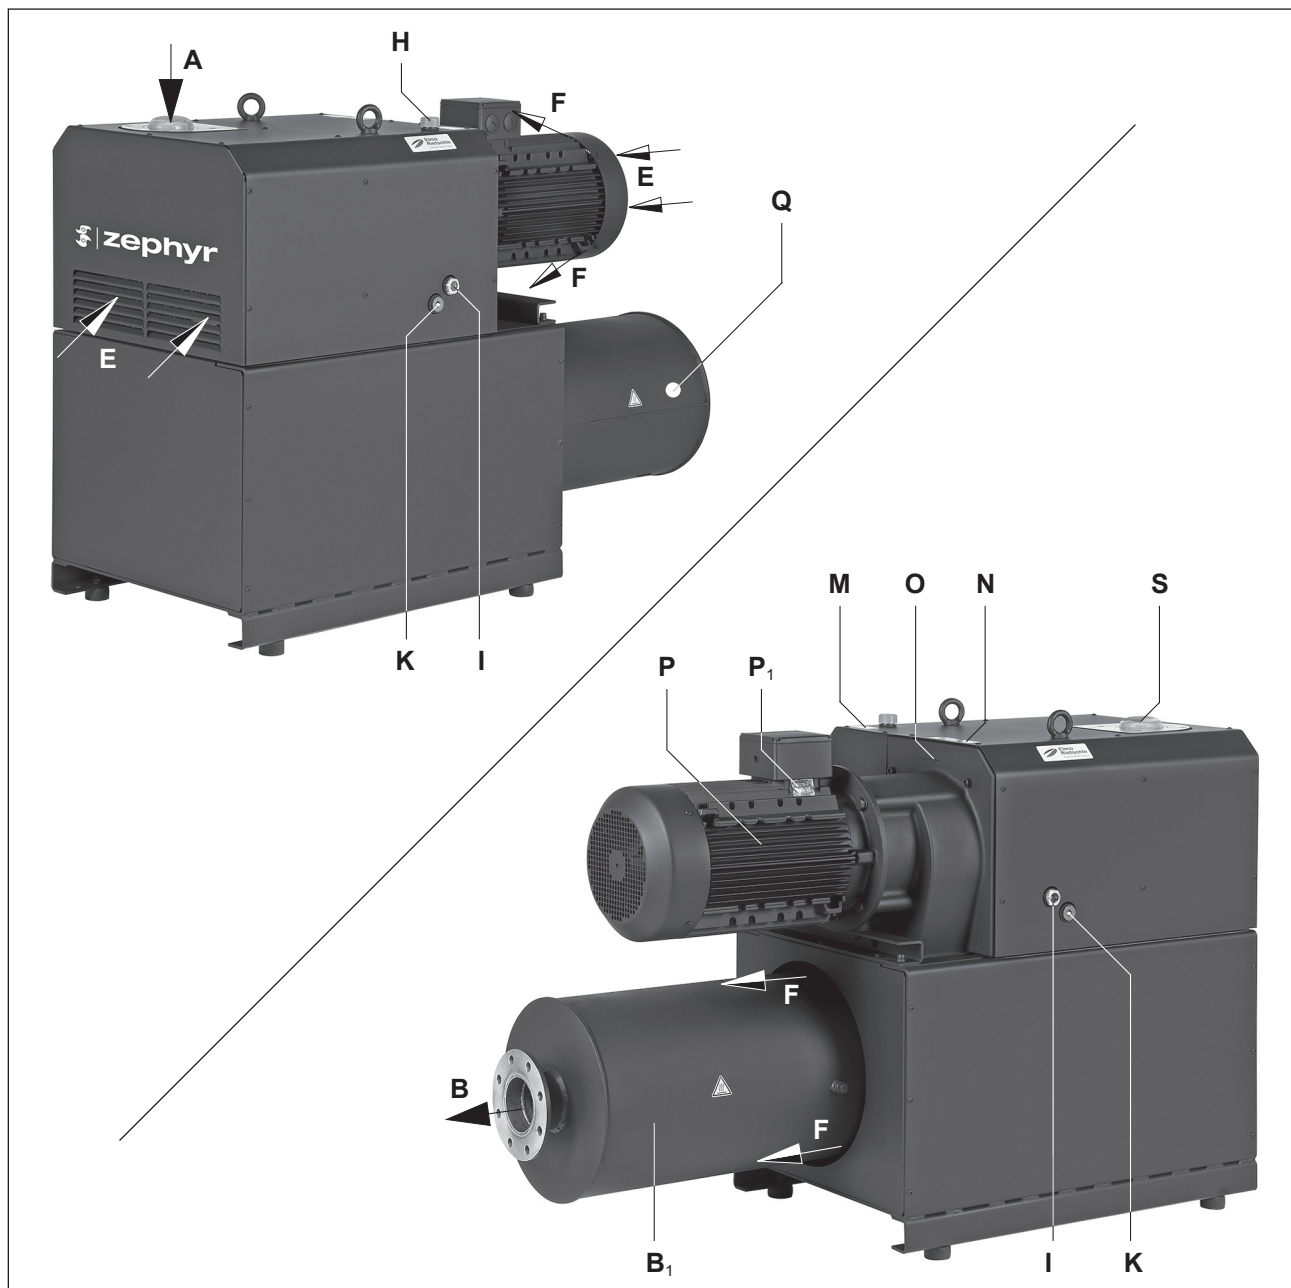

Рис. 2 Вакуумный насос C-VLR 1000
Модель C-VLR 1000 оснащена соединительным фланцем со стороны впуска и продувочным шумоглушителем со стороны нагнетания (рис. 2/B₁). Для очистки всасываемого воздуха используется сетчатый фильтр (рис. 2/S).
Насос VLR 1000 заключен в звукоизоляционный кожух. Для отвода тепла, образующегося при сжатии, воздух пропускается между компрессором и кожухом с помощью барабанного вентилятора, который всасывает прохладный воздух (рис. 2/E) и выпускает нагретый воздух через предусмотренный для него выход (рис. 2/F).
Маслоналивное отверстие (рис. 2/H), маслоуказатели (рис. 2/I) и отверстия для слива масла (рис. 2/K) должны быть легкодоступны.
Расстояние от впускных (рис. 2/E) и выпускных (рис. 2/F) отверстий для охлаждающего воздуха до смежных стен должно составлять не менее 30 см. Необходимо принять меры во избежание повторного всасывания охлаждающего воздуха.
Для техобслуживания перед сетчатым фильтром (рис. 2/S) необходимо предусмотреть свободное пространство на расстоянии мин. 40 см.
- а) Снимите пленку с вакуумного соединения (рис. 2/A) и вставьте сетчатый фильтр (рис. 2/S) зубчатой стороной вверх.
- в) Всасываемый воздух может выдуваться через продувочный шумоглушитель (рис. 2/B) или отводиться через фланец и трубопровод.
- а) Залейте смазочное масло (подходящие сорта см. в разделе «Техническое обслуживание») для шестеренок и подшипников через маслосливное отверстие (рис. 2/Н) до середины маслоуказателей (рис. 2/1).
- а) Электрические параметры двигателя приведены на заводской табличке (рис. 2/Н) или табличке двигателя (рис. 2/P₁). Двигатели соответствуют требованиям стандарта DIN EN 60034, класс защиты — IP 55, класс изоляции — F. Соответствующая схема подключения находится в клеммном ящике двигателя (отсутствует в исполнении со штекерным соединением). Параметры двигателя необходимо сопоставить с параметрами электросети (тип тока, напряжение, частота сети, допустимая сила тока).
После прогрева оборудования температура поверхностей компонентов (рис. 2/Q) может превышать 70° С.